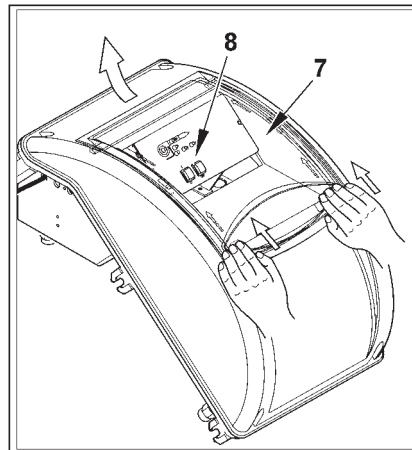

Figura 4
- 4) Para volver a cerrar la tapa del cuadro eléctrico, atornillar los 4 tornillos (1) ejerciendo un par de apriete de unos 5 Nm para asegurar la estanqueidad correcta. Al llegar a este punto, para acceder al panel de mandos (8), desenganchar la portezuela transparente (7), ejerciendo una ligera presión con las manos en la dirección de las flechas de la figura 4, deslizarlo durante un breve tramo y separarlo de la tapa.